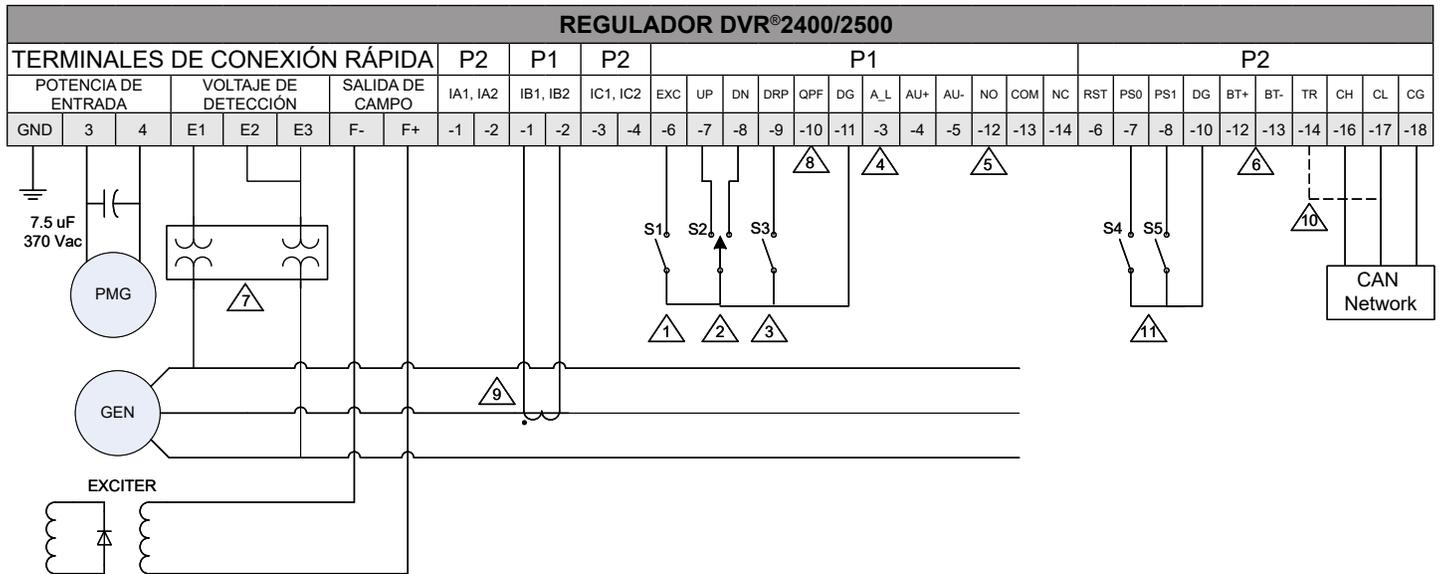

Figura 5-9. Conexiones típicas a un generador monofásico
- En la Figura 5-9 se muestra una aplicación en la que el regulador se conecta para la detección de voltaje monofásico sin una detección de corriente.